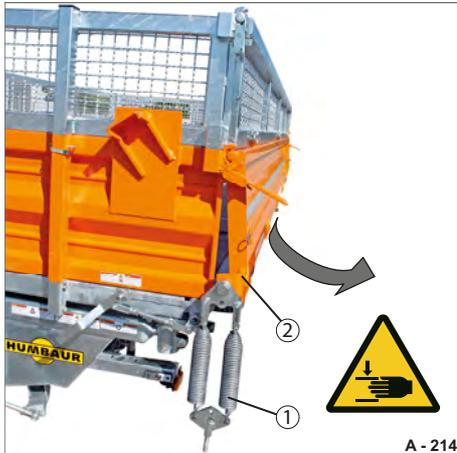

Abb. 126 Hebefedern frei hängend
- Schwenken Sie das Federhebwerk (Abb. 126/1) vorsichtig herunter.